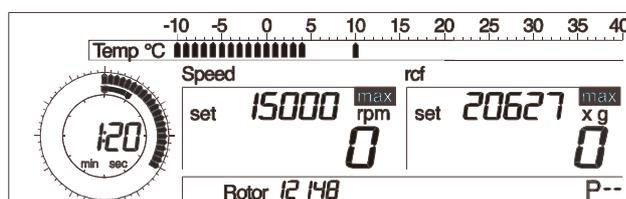

Fig. 5.17 :
- Si la température de consigne est supérieure à la température réelle, elle est affichée par une barre isolée sur l'échelle de température (Fig. 5.17).